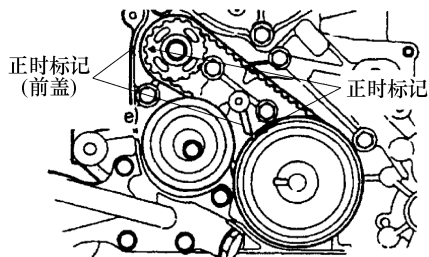

图 4-51 安装正时带
2) 在曲轴带轮 B 及平衡轴带轮上安装正时带 B。张紧一侧不允许有松弛，如图 4-51 所示。